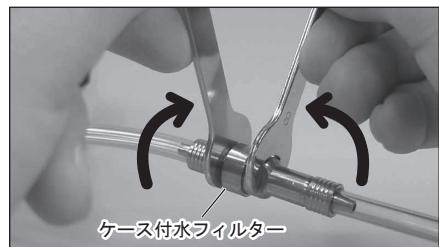

図21
- 2) スパナ(5x8)2本をケース付水フィルターに掛け、矢印の方向に回します。(図21)